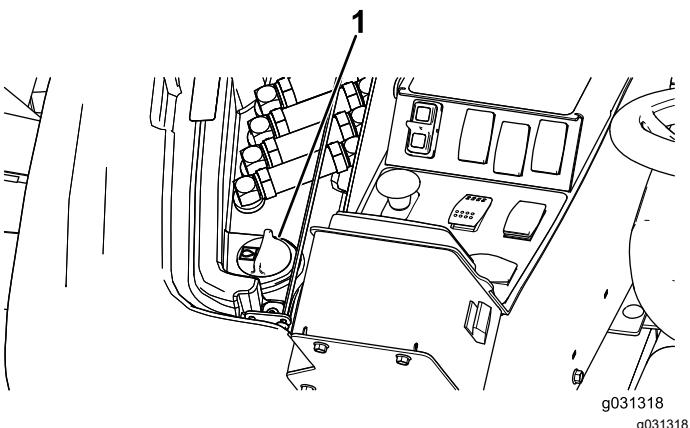

Figura 99
2. En el lado derecho de la máquina, levante la tapa para tener acceso al tapón del depósito hidráulico (Figura 99).